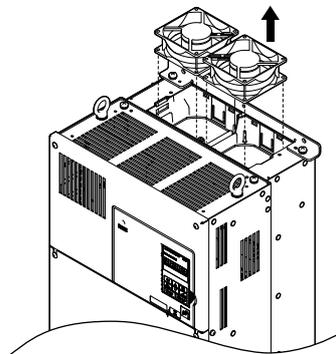

Figure 7.15 Retirer le ventilateur de refroidissement: 4A0088 et 4A0103
2. Soulever directement le ventilateur de refroidissement tel qu'affiché dans la Figure 7.15. Débrancher le connecteur de relais et dégager le ventilateur du variateur.